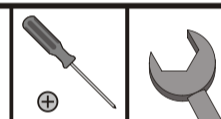

Fig. 4.1
- com os Prolongadores - em forma de " X " (Fig. 4.1) (VESA 200x200mm - HxV)